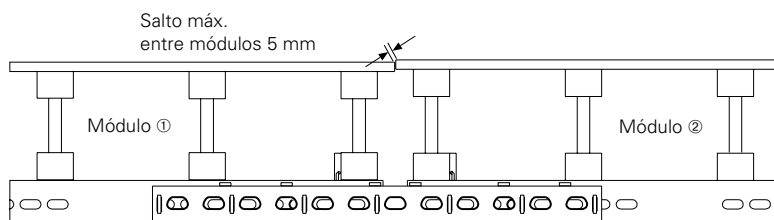
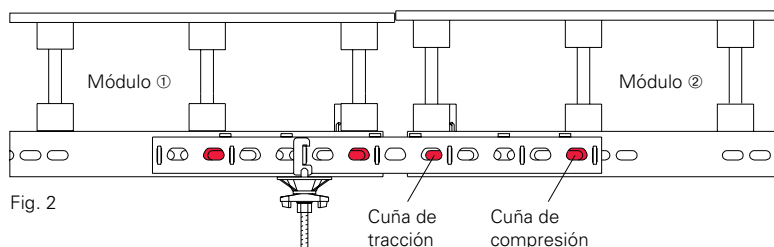

Fig. 1
Fig. 2
- El punzonado trapezoidal que se reduce señala hacia el lado del hormigón. (Fig. 1)
- En caso de que haya un salto entre los módulos, colocar el tensor VRS en el módulo ①, ubicado más atrás.
- Soltar la cuña de tracción en el módulo ②.
- Con la cuña de compresión, abrir ligeramente la junta de unión en el módulo ②. (Fig. 2)
- Soltar ligeramente cuña de tracción y compresión en el módulo ①.
- Soltar la cuña de compresión en el módulo ②.
- En el módulo ②, unir la junta de modo estanco con cuña de tracción.